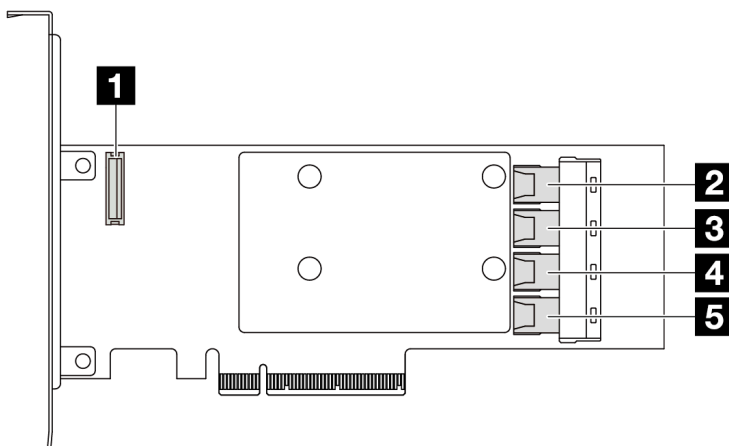

Figura 317. Un adaptador RAID/HBA SFF 16i Gen 3 (cuatro conectores de puerto)
- Figura 317 “Un adaptador RAID SFF 16i Gen 3 (cuatro conectores de puerto)” en la página 359